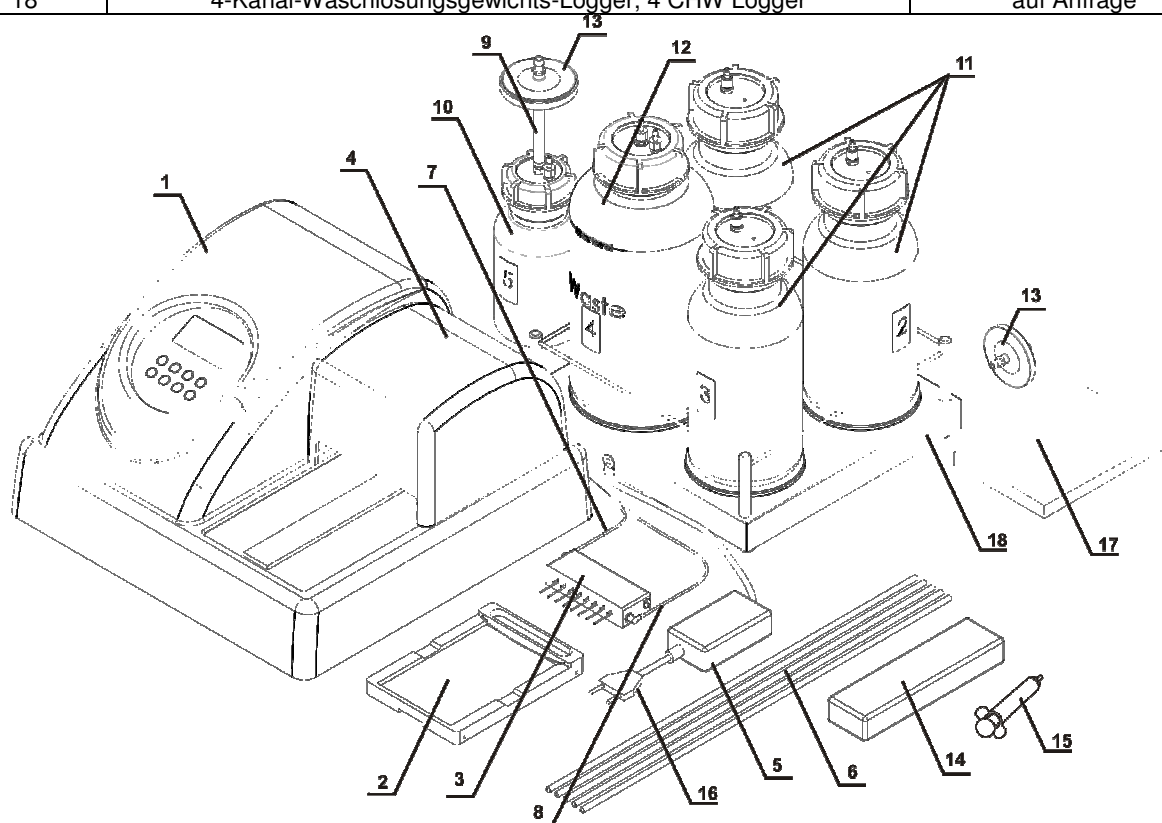
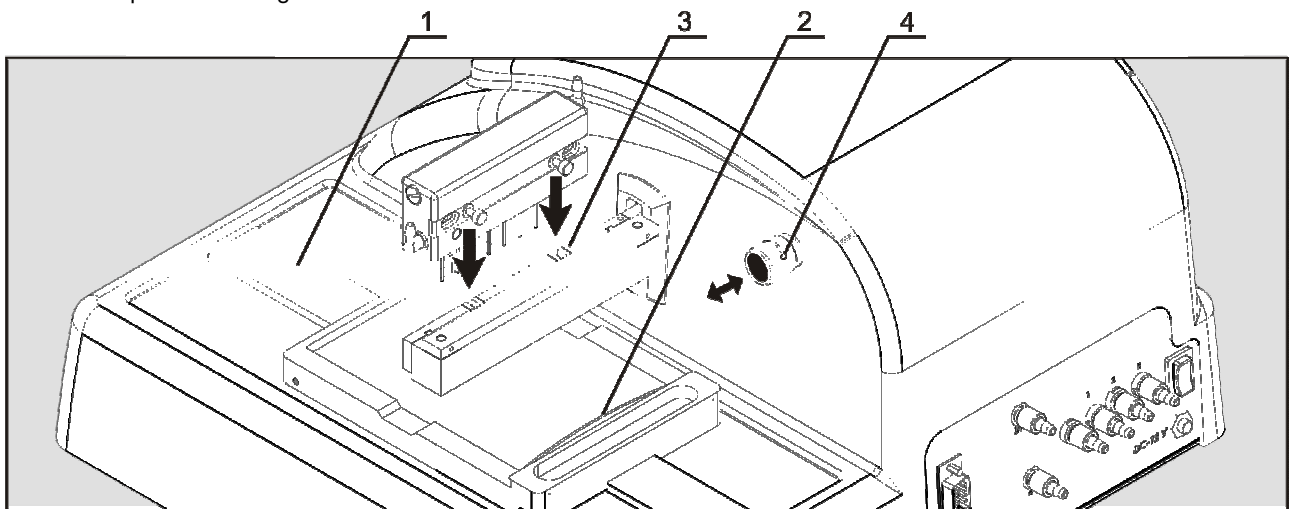
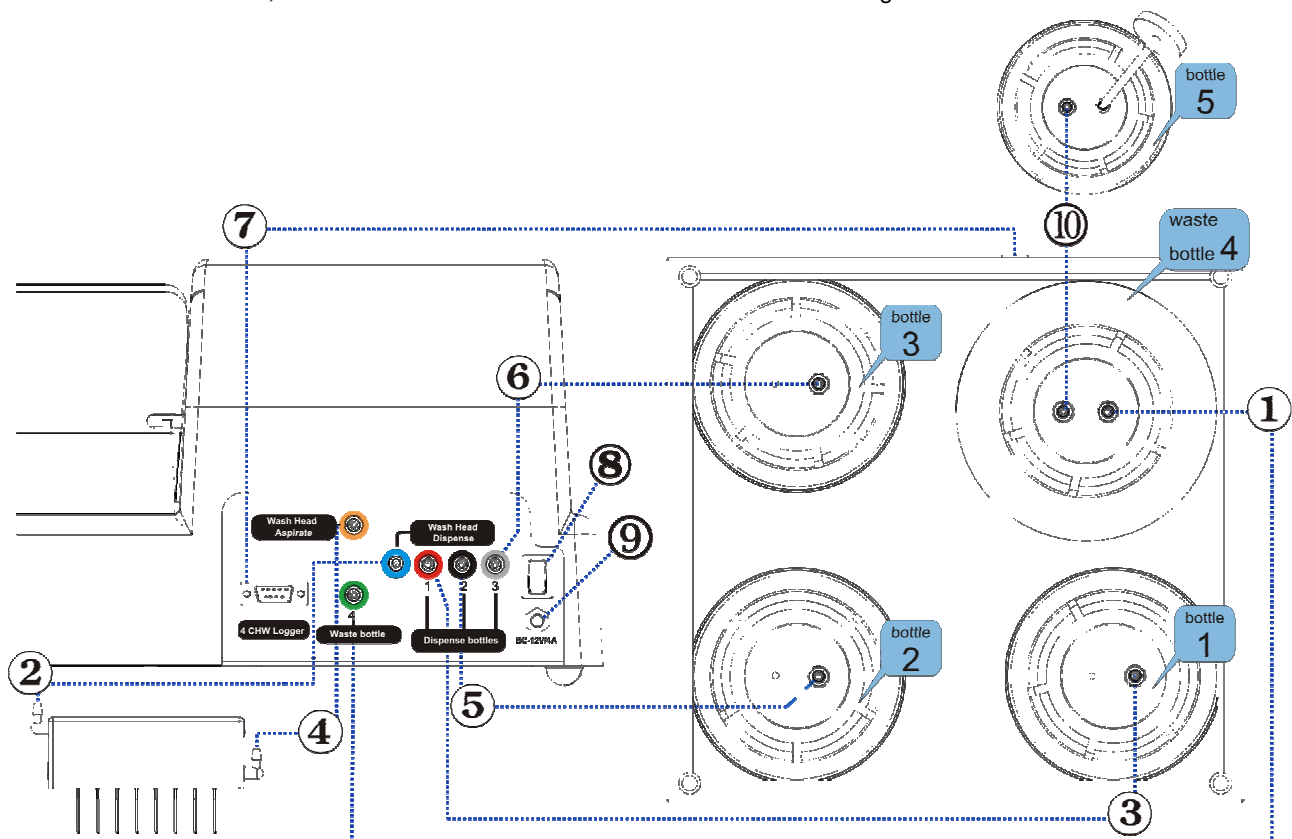

Abb. 1 Lieferset
Abb. 2. Installation der Plattform und des Verteilers
Abb. 3. Montagediagramm
- 3.4.3. Platzieren Sie die Plattenplattform auf die Schiene (Abb. 2/1), so dass der Plattenhalter (flache Feder) zur Rückseite des Geräts schaut (Abb. 2/2). Der Magnet auf der anderen Seite der Schiene wird die Plattform auf Startposition bewegen.
3.4.6. Platzieren Sie den Verteiler auf die Halterungsarme, so dass die Führungspins des Verteilers in die entsprechenden Rillen des Halterungsarms rutschen (Abb. 2/3).
3.4.7. Schließen Sie den Eingangssteckverbinder des Verteilers, der die Flüssigkeit versorgt, und den **Waschkopfdispensionssteckverbinder (blau)** auf der Rückwand des Geräts (Abb. 3/2) an das Rohr an (Abb. 1/7).
3.4.8. Schließen Sie den Ausgangssteckverbinder des Verteilers und den **Waschkopfaspersionssteckverbinder (gelb)** auf der Rückwand des Geräts (Abb. 3/4) an das Rohr an (Abb. 1/8).
3.4.9. Schließen Sie den **Abfallflaschenausgang (4 - grün)** auf der Rückseite des Geräts an den Steckverbinder der 2-Liter-Flasche (Nummer 4) zum Sammeln von Abfalllösung an (Abb. 3/1).
3.4.10. Setzen Sie das Rohr für den wasserabweisenden Filter (Abb. 1/9) an den Steckverbinder der 0,5-Liter-Flasche (Nummer 5) ein und schließen Sie dann den Filter an das Rohr an (Abb. 1/13). Beim Installieren des Filters muss die „IN“-Markierung der Flasche Nummer 5 gegenüberliegen (Abb. 11).
3.4.11. Schließen Sie die Abfallflasche an die 0,5-Liter-Flasche (Nummer 5) (Abb. 3/10) an.
3.4.12. Schließen Sie die Flasche mit Puffer 1 an den Eingangssteckverbinder [1 -rot] auf der Rückseite (Abb. 3/3) an das Rohr (Abb. 1/6) an.
3.4.13. Schließen Sie die Flasche mit Puffer 2 an den Eingangssteckverbinder [2 -schwarz] (Abb. 3/5) an das Rohr (Abb. 1/6) an.
3.4.14. Schließen Sie die Flasche mit Puffer 3 an den Eingangssteckverbinder [3 -weiß] (Abb. 3/6) an das Rohr (Abb. 1/6) an.
3.4.15. Führen Sie das Verteilerohr (Abb. 3/2) in die Ventilöffnung ein (Abb. 2/4). Drücken Sie das Ventil in Pfeilrichtung und halten Sie es, während Sie das Rohr strecken und es durch die Öffnung ziehen. Lassen Sie das Ventil los.
3.4.19. Schließen Sie den **RS-232** mit dem Kabel an den Stecker auf der Rückseite des Geräts an (Abb. 3/7).
3.5.1. Schließen Sie das externe Netzgerät an die Netzsteckdose (Abb. 3/8) auf der Rückseite des Geräts an.
3.5.2. Schließen Sie das Stromkabel an das externe Netzgerät an (Abb. 1/16).
Entfernen Sie die Plattenhalterung, wenn Sie mit den FastFRAME-Platten arbeiten (Abb. 2/2). Setzen Sie die Halterung wieder ein, wenn Sie mit Immunoplaten arbeiten.